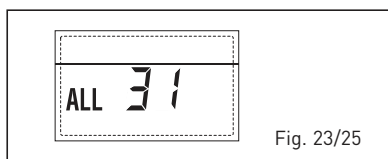

Fig. 23/25
- **ANOMALIA CONFIGURAZIONE IMPIANTO TRE ZONE "ALL 32" (fig. 23/26)**